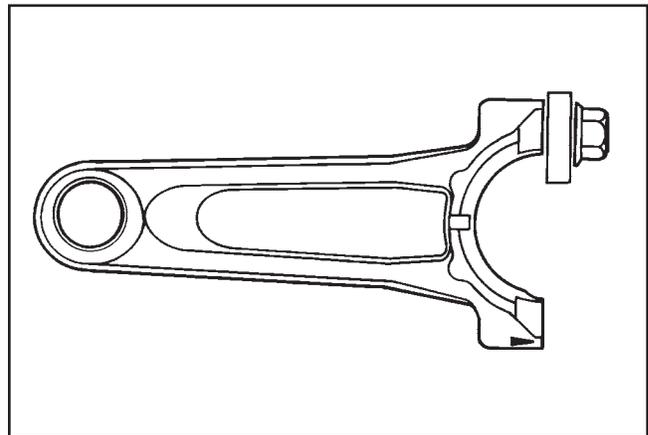

Figure 2-2. Outil pour Arbre moteur/Culbuteur.
4. Utiliser une rondelle plate ayant un D.I. approprié pour enfiler le couvercle à vis et un D.E. d'1 pouce environ (code Kohler N°. **12 468 05-S**). Assembler le couvercle à vis et la rondelle à la surface unie de la tige, comme il est montré à la Figure 2-2.